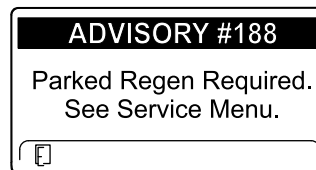

Figura 66
- É necessária regeneração em estacionamento AVISO N.º 188 (Figura 66)